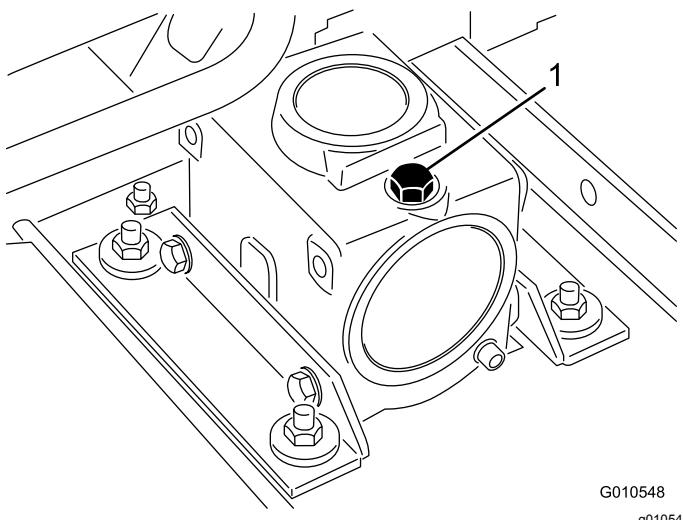

Figura 18
- Retire la varilla/ tapón de llenado de la parte superior de la caja de engranajes (Figura 18) y asegúrese de que el lubricante está entre las marcas de la varilla. Si el nivel de lubricante es bajo, añada suficiente lubricante para que el nivel quede entre las marcas.